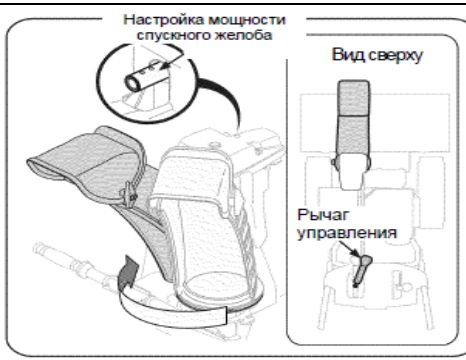

Рис. 5
5. Возьмитесь за рычаг управления джостика на панели управления и поверните так, чтобы входное отверстие смотрело вперед и вручную поверните желоб для совмещения отверстия тяги. (См. Рис. 5).
**ВАЖНО:** Джостик должен слегка наклоняться вправо. См. Рис. 5 и 6.